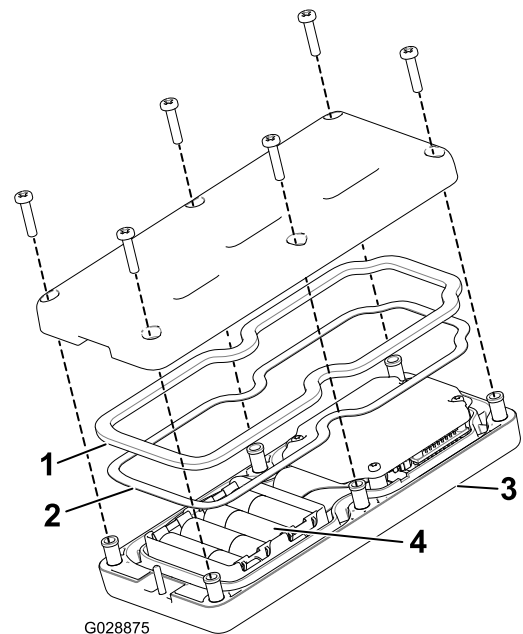

Bild 13
3. Stellen Sie sicher, dass die Stahldichtung und die Gummidichtung im Kanal in der Fernbedienung liegen und setzen Sie die Rückabdeckung auf (Bild 13).
4. Befestigen Sie die Abdeckung mit sechs Schrauben (Bild 13) und ziehen sie bis auf 1,5-1,7 Nm an.
2. Legen Sie jede Batterie in ein Batteriefach ein und achten Sie auf die richtige Polarität. (Wenn die Batterien falsch eingelegt sind, wird das Gerät nicht beschädigt; es funktioniert jedoch nicht.) Das Fach hat Polaritätsmarkierungen für jeden Anschluss (Bild 13).